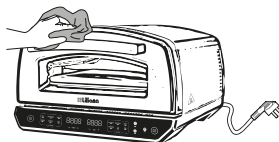

Figura 4.
- Limpiar sólo utilizando un paño o esponja apenas humedecido con agua, nunca utilice detergentes fuertes, alcoholes o solventes, ni esponjas que puedan rayar o dañar las partes, ver figura 4 y 5.